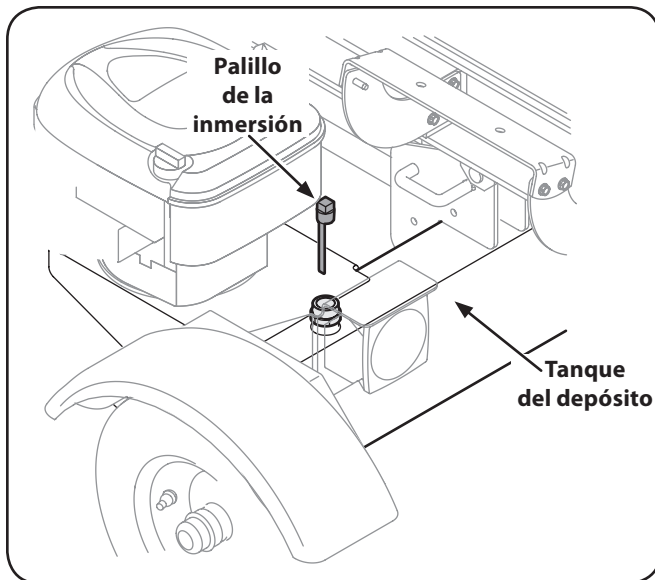

Figura 3-7
4. Controle el nivel de líquido con la varilla de nivel. Vea la Figura 3-7. No llene el depósito en exceso.